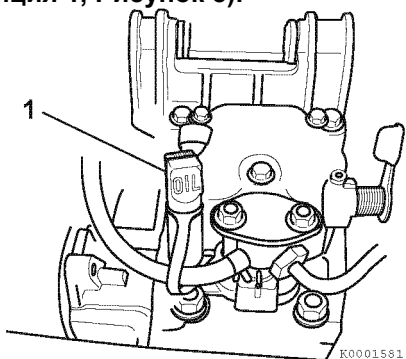

Рисунок 8
1. Снять заглушку с маслозаливного отверстия (**позиция 1, Рисунок 8**).
3. Вставить обратно заглушку (**позиция 1, Рисунок 8**).